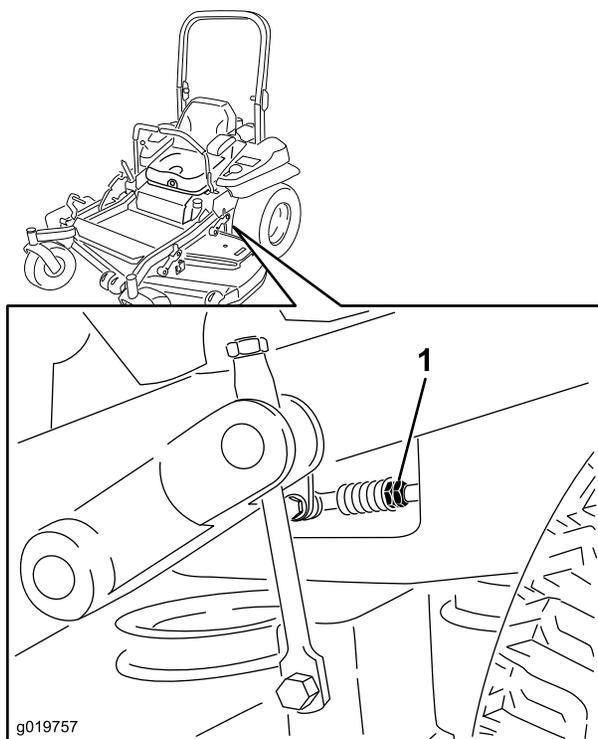

Figura 81
8. Ajuste os comprimentos da barra de controlo da bomba rodando as porcas duplas na barra na direção adequada até as rodas andarem ligeiramente para trás (Figura 81).